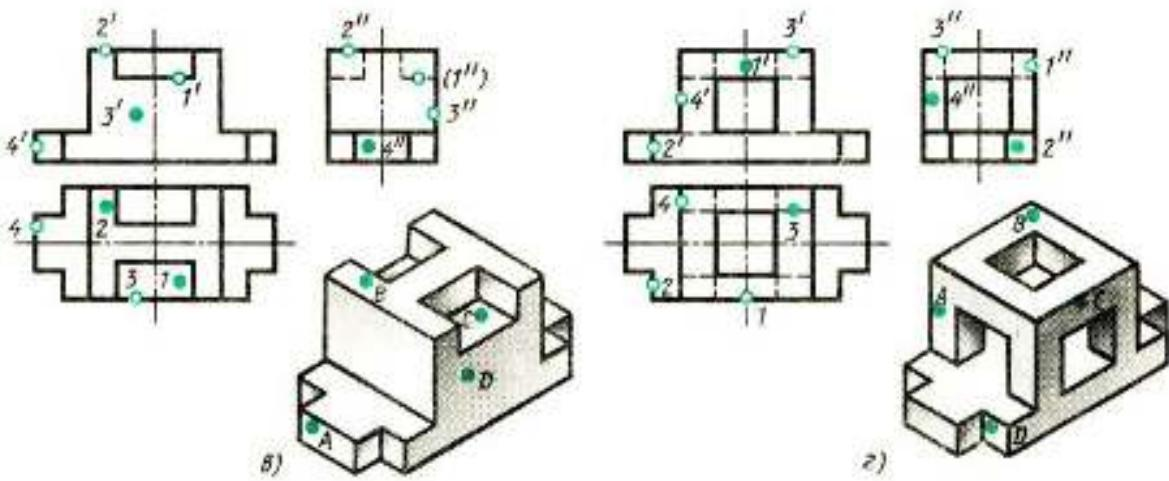

Рис. 24 – завдання № 11.
1. На рис. 24 (а, б, в, г) пропонується аксонометричне зображення моделей з точками на ній А, В, С, Д треба надати відповіді, якій літері відповідає цифри 1, 2, 3, 4.